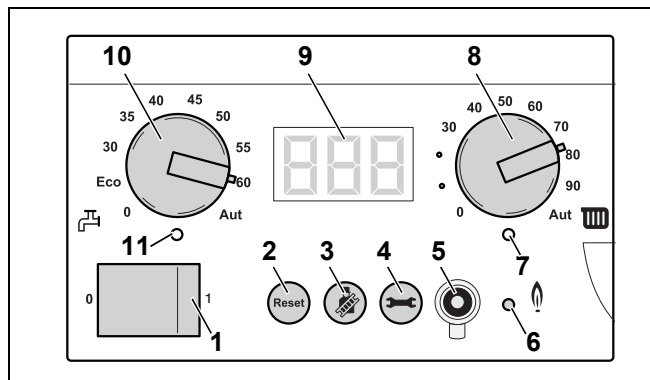

Bild 93 Grundkontroll BC10
- Ställ in pannvattnets övre gränstemperatur för värmedriften (se tab. 16) med vridknappen för maximal pannvattentemperatur (bild 93, pos. 8).